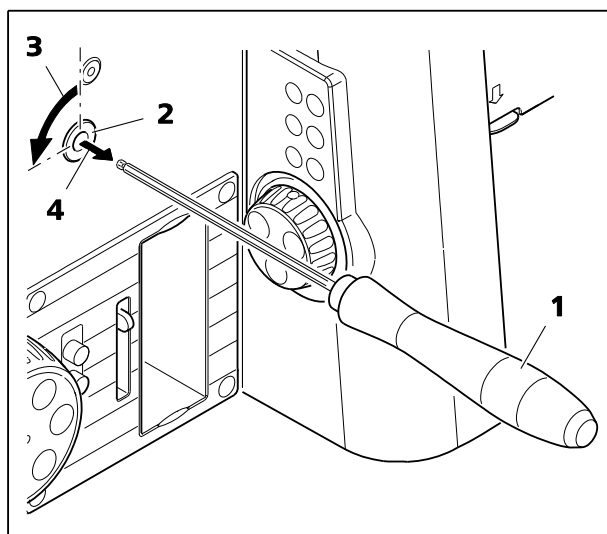

Fig. 36 Activation de la mise au point haute performance
- À l'aide du tournevis à tête sphérique AF 3 (Fig. 36/1), dégager les deux goupilles de verrouillage (Fig. 36/2) à droite **et** à gauche du statif en les tournant **de 90 degrés dans le sens inverse des aiguilles d'une montre** (Fig. 36/3).
La goupille de blocage est libérée de sa position verrouillée (Fig. 36/4) par l'action du ressort. La tête de la goupille de verrouillage est maintenant visible et la mise au point haute performance est activée.